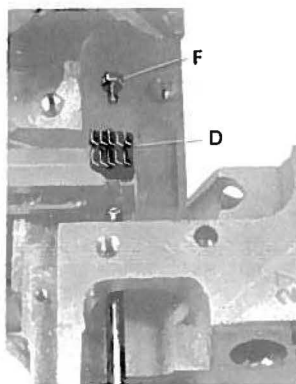

fig. 11
- Montare la griffa posteriore D (fig. 11) e appaiare le slitte porta griffe.